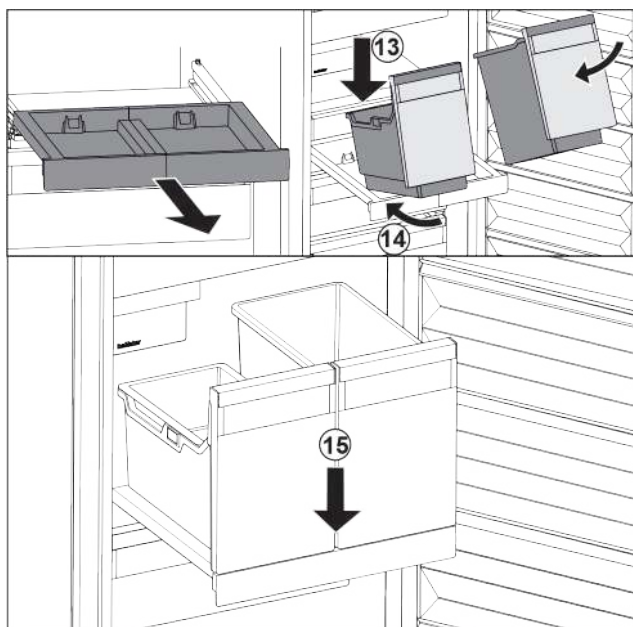

Fig. 28
- ▶ Наклоняя вниз, установите контейнеры на выдвижную панель. Fig. 28 (13)
- ▶ Вставьте контейнеры, наклоняя вниз, назад. Fig. 28 (14)
- ▶ Снимите контейнеры спереди. Fig. 28 (15)